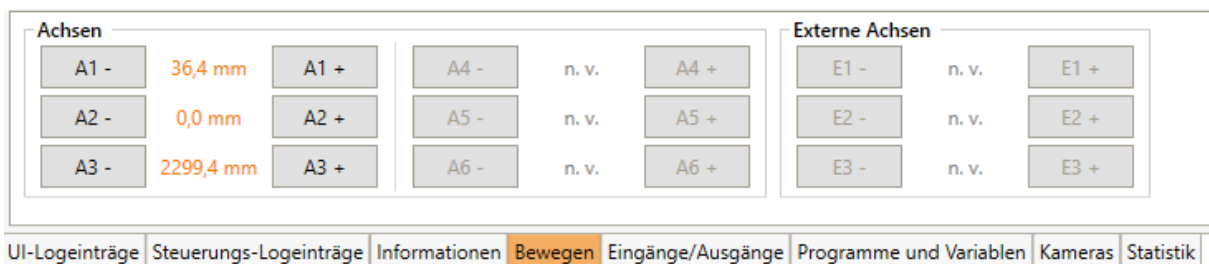

Abbildung 20: Die Softwareschaltflächen für "Achse"-Bewegungen. In beiden kartesischen Modi wechseln die Schaltflächen auf X, Y, Z, A, B und C.
- "Achse": Ein Klick auf A1 bis A6 bewegt die entsprechende Roboterachse (falls vorhanden). E1 - E3 bewegt die externen Gelenke. Dies können lineare oder Rotationsachsen sein (Abb. 20).